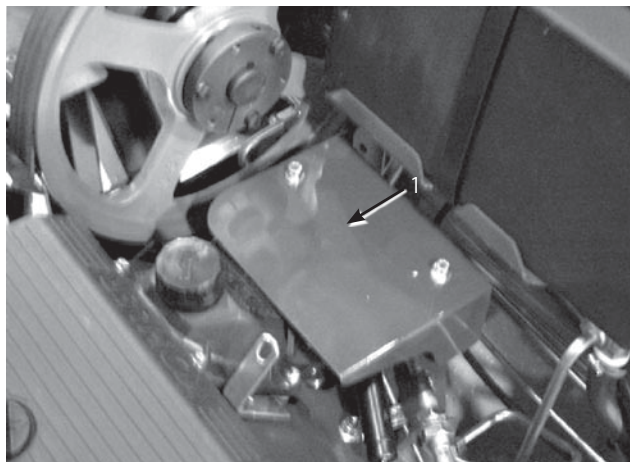

図57
2. ポンプ・シールドの取り付けナット (2 個) を取り、シールドを外す (図57)。
2. ポンプ・シールドの取り付けナット（2 個）を取り、シールドを外す（図57）。